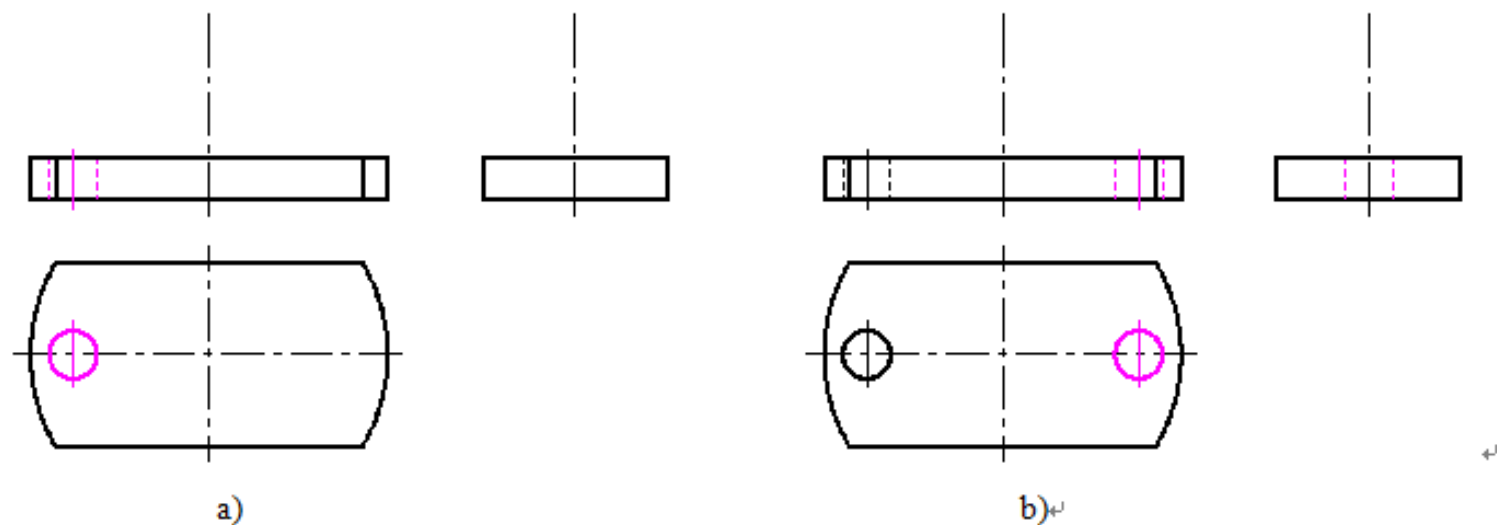

图 3-14 绘制底板孔
②绘制底板上孔。
- c. 绘制中心线，拉长使其超出轮廓线 3~5mm，如图 3-14 a 所示。
- d. 以对称线为镜像线，镜像生成右侧孔的主、俯视图，如图 3-14 b 所示。
- e. 复制孔主视图虚线至左视图，如图 3-14 b 所示。
③绘制圆筒三视图。